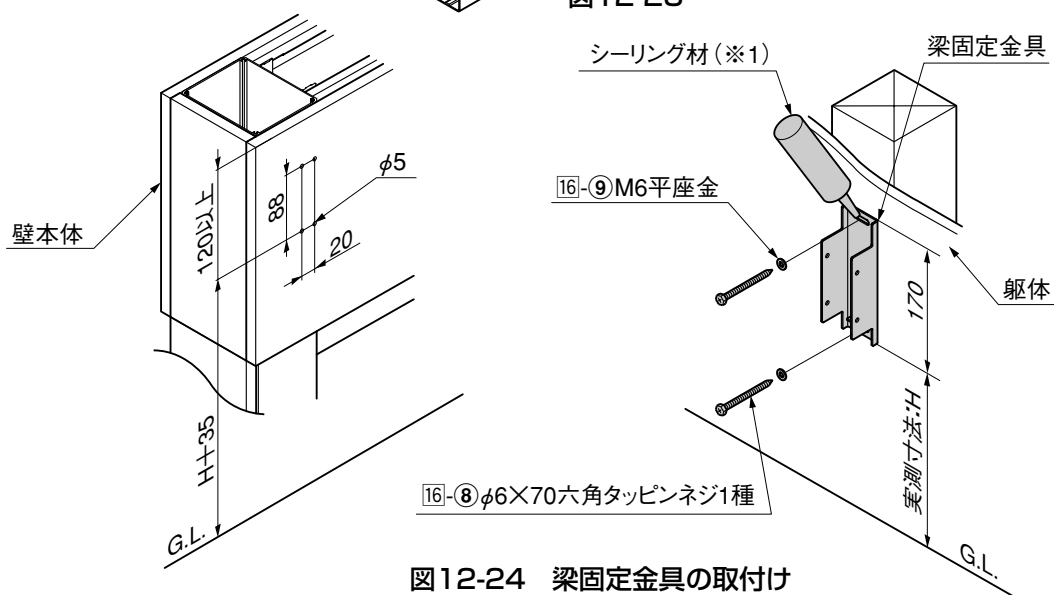

図12-24 梁固定金具の取付け
- ② 「1 基本寸法と各部名称 1. 基本寸法と各部名称」を参照して、梁固定金具を躯体に16-⑧、16-⑨で取付けてください。(図12-24参照)
- ③ 躯体にシーリングしてください。
- ④ 躯体側のG.L.から梁固定金具の下端までを実測してください。(図12-24参照)
- ⑤ 図12-24を参照して、SAボードに梁固定金具異形敷地用取付け位置を出して、φ5の孔をあけてください。